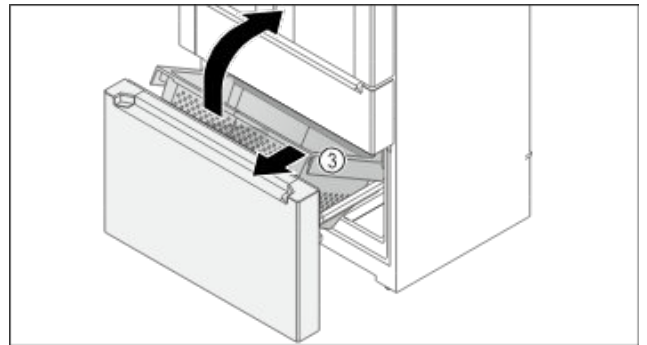

Fig. 153
- Behälter *Fig. 153 (3)* vorne hochheben.
- Behälter *Fig. 153 (3)* schräg nach vorne entnehmen.